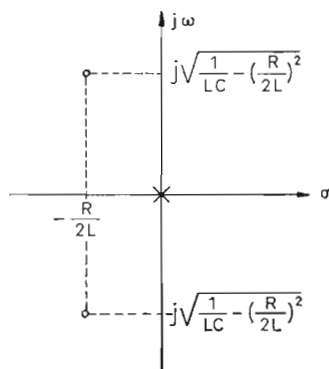

Fig 5
För seriekretsens impedans enligt ekv. (20) får man sålunda ett singularitetsdiagram enligt fig. 5. Så när som på konstanten L är detta diagram en entydig framställning av seriekretsens impedans.